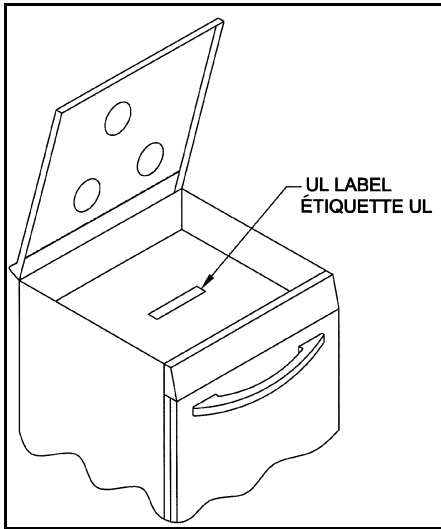

Figure 1
- Ces appareils sont homologués par Underwriters Laboratories (UL) pour utilisation aux É.-U. et au Canada.
- On trouve sur l'étiquette UL (au fond de la table de cuisson) le numéro de modèle, le numéro de série, et le numéro de stock (La Figure 1). Cette information sera nécessaire pour toute commande de pièces ou demande de services d'entretien. Noter cette information ci-dessous pour qu'elle soit toujours disponible. Pour commander des pièces de rechange, contacter un concessionnaire ou centre de service Suburban local.